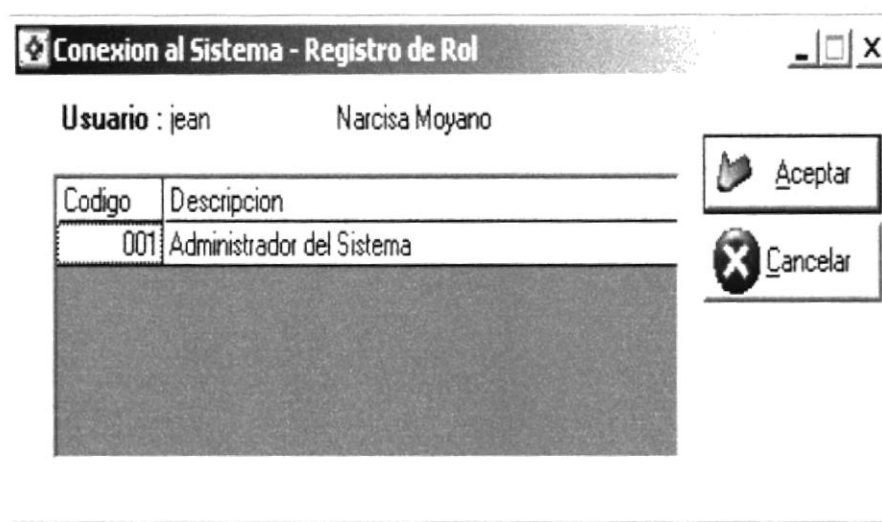

Figura 3.3 Registro de Rol
- A continuación aparecerá una pantalla de Registro de Roles, la cual le indica los roles que tiene el usuario logoneado actualmente así como muestra la Figura 3.3.